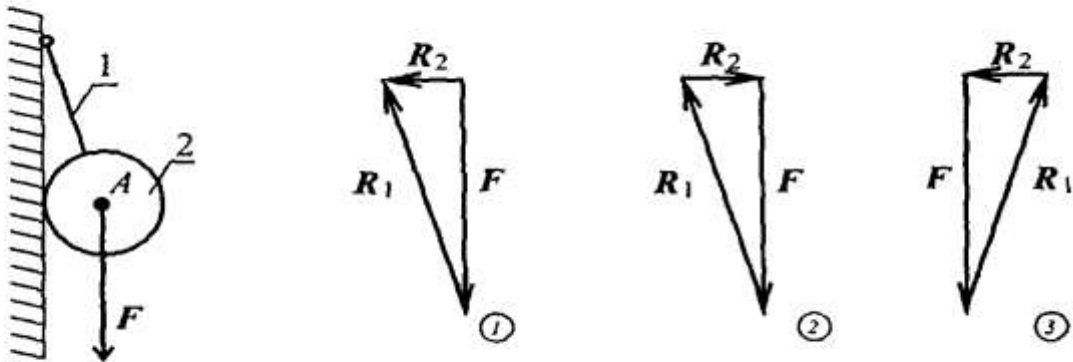

Рис. 2.8
2. Из представленных силовых треугольников выберите треугольник, построенный для точки A (рис. 2.8, 2.9).
Шар подвешен на нити и находится в равновесии. Обратить внимание на направление реакции от гладкой опоры и условие равновесия шара (рис. 2.8).